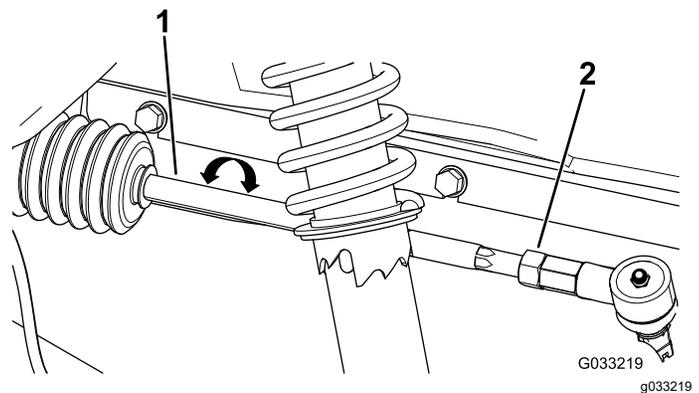

Bild 48
4. Wenn der Wert nicht zwischen 0-6 mm liegt, lösen Sie die Klemmmuttern am äußeren Ende der Spurstangen (Bild 48).